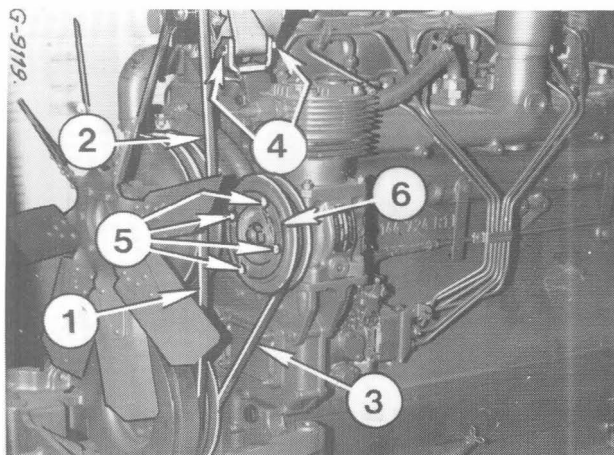

Figure 79
COURROIE D'ALTERNATEUR (2) Fig. 79
COURROIE DE COMPRESSEUR (3) Fig. 79
- Attachez les rondelles enlevées (6) à l'extérieur de la poulie, de façon à ne pas les perdre. Fixez les boulons de fixation (5) au moyen d'un fil de blocage.